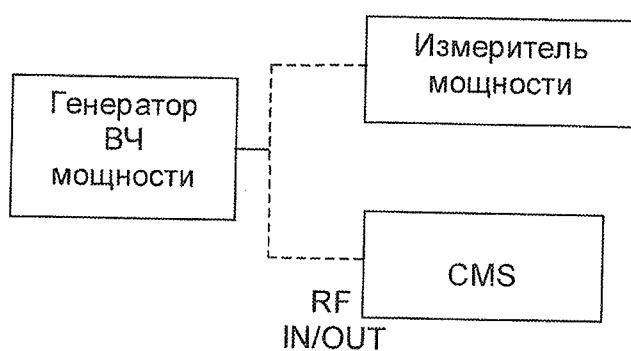

Рисунок 7.7
7.20. Определение погрешности измерений мощности входного сигнала. Произвести соединения в соответствии с рис. 7.7 (генератор ВЧ мощности – набор генераторов типов ГСТ-1, ГСТ-2, Г4-159, Г4-160, поочередно подключаемых в зависимости от используемого частотного диапазона).